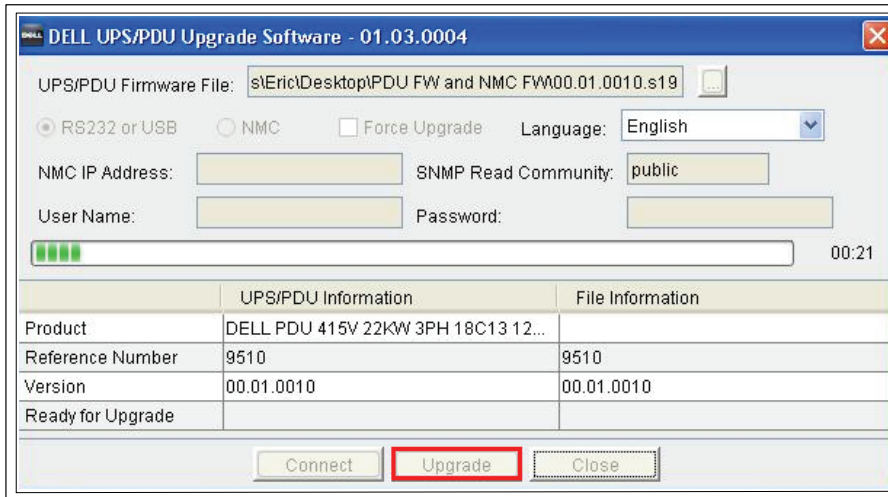

図30. MCUアップグレード処理の監視
- 10 UPS/PDU Upgrade Software画面上にあるUpgradeをクリックします（図30を参照）。アップグレードの処理中、画面中央のプログレスバーを監視します。